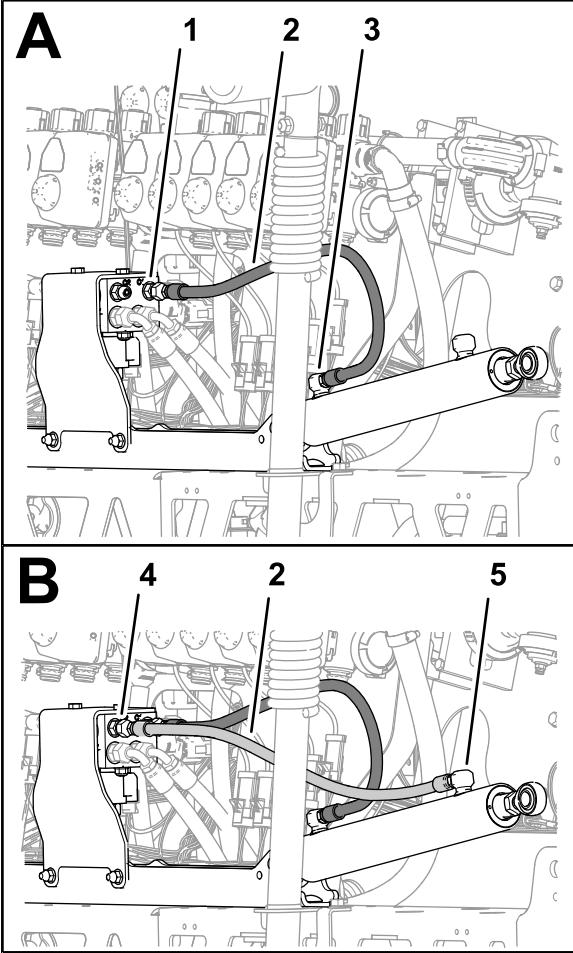

Figura 117
3. Monte sem apertar o novo tubo hidráulico (1/4 x 24-3/4 pol.) entre a porta de extensão do cilindro de elevação da rampa direita e a porta C1 do coletor de elevação da rampa (Figura 117).
4. Monte sem apertar o novo tubo hidráulico (1/4 x 24-3/4 pol.) entre a porta de retração do cilindro de elevação da rampa direita e a porta C2 do coletor de elevação da rampa (Figura 117).
5. Aperte as uniões do tubo nas portas de extensão e retração dos cilindros de elevação (Figura 116 e Figura 117) com 21 a 26 N m.
6. Aperte as porcas da articulação dos tubos no coletor de elevação da rampa (Figura 116 e Figura 117) com 24 a 30 N m.